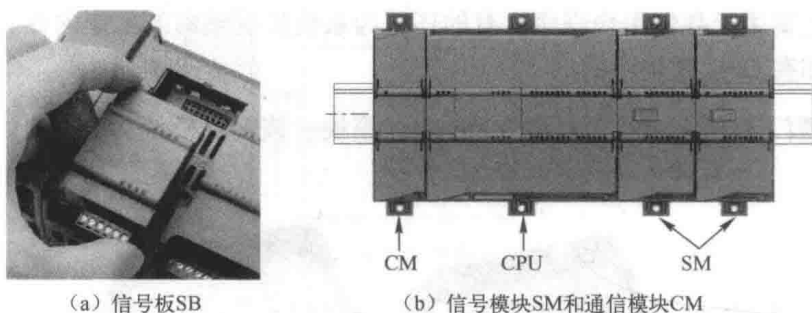

图 1-9 扩展模块的安装位置
西门子 S7-1200 PLC 扩展模块的设计非常方便、易于安装，无论安装在面板上还是标准的 DIN 导轨上，其紧凑型的设计都有利于有效地利用空间，可以使用扩展模块上的 DIN 导轨卡夹将设备固定到 DIN 导轨上（见图 1-9（b））。这些卡夹还能掰到伸出的位置，使设备可以直接安装到面板上安装螺钉的位置。
- ① 信号板（SB），仅可为 CPU 提供几个附加的 I/O 点，SB 安装在 CPU 的前端（见图 1-9（a））；
- ② 信号模块（SM），可提供附加的数字或模拟 I/O 点，连接在 CPU 的右侧；
- ③ 通信模块（CM），可为 CPU 提供附加的通信端口（RS232 或 RS485），连接在 CPU 的左侧。